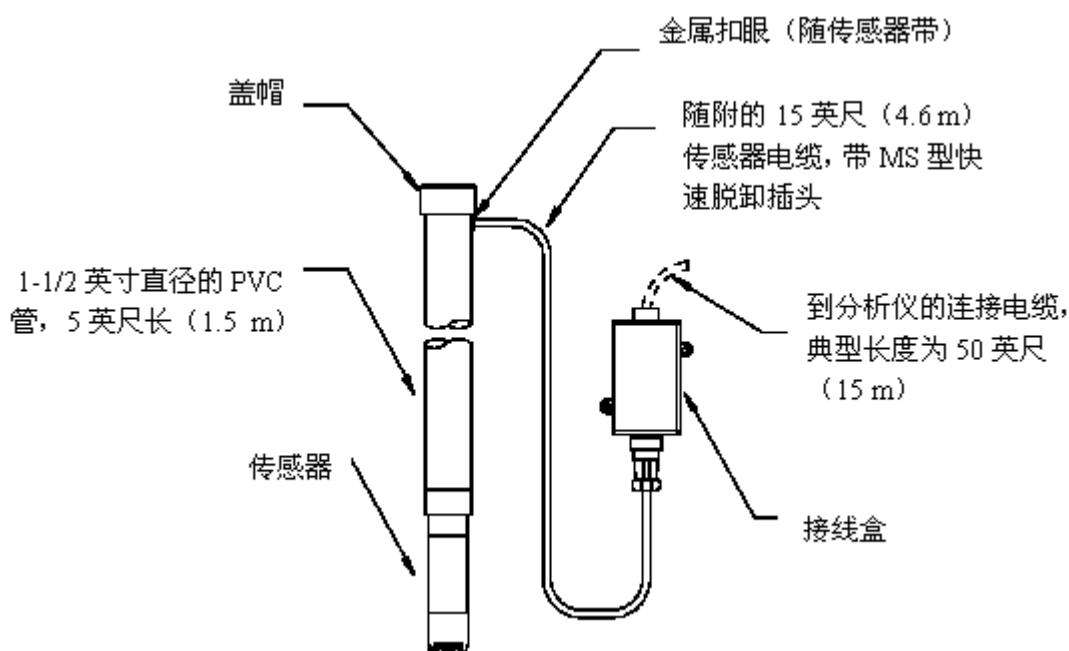

图 2-4 传感器安装——浸入式安装
| 图 2-4  | 传感器安装——浸入式安装硬件          | 7  |
1. 参见图 2-4，从长安装硬件管上取下（拧下）**终端盖帽**。